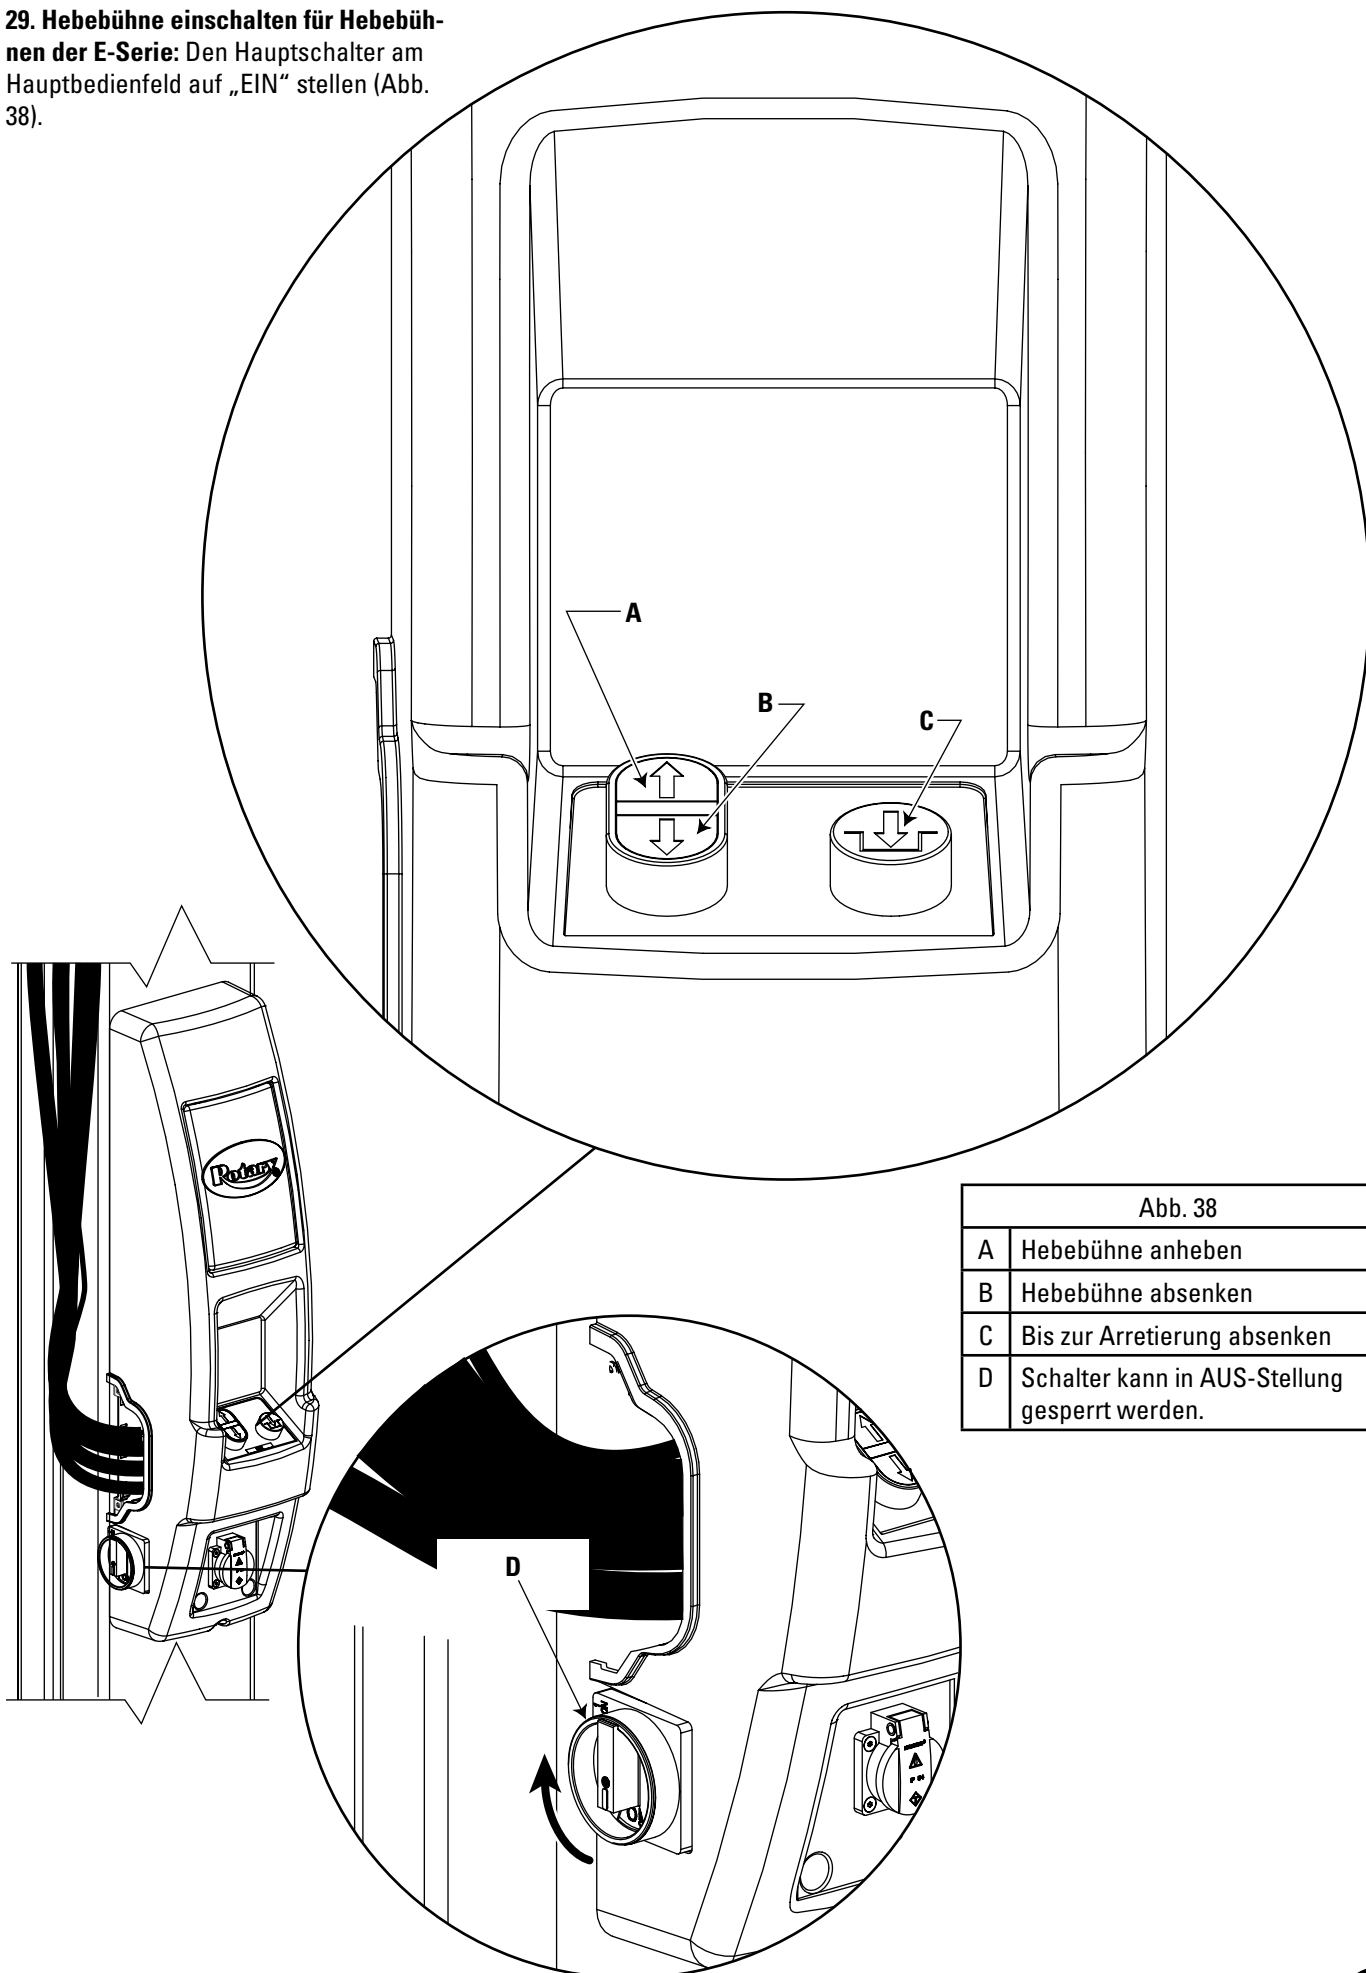

Abb. 38
29. Hebebühne einschalten für Hebebühnen der E-Serie: Den Hauptschalter am Hauptbedienfeld auf „EIN“ stellen (Abb. 38).